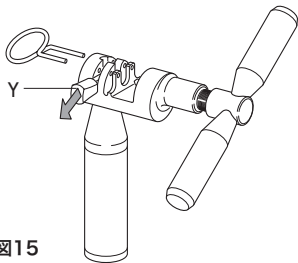

図15
- 工具 UT-CN400 のレバーを、クローズモード (Y - 図15) にします。